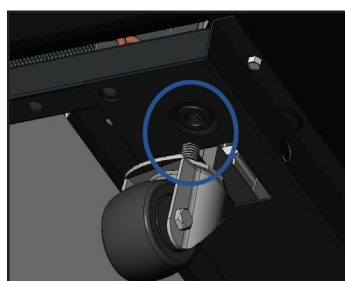

Рис. 6. Ослабить натяжку болта роликовой опоры.
1. Ослабить натяжение болта роликовой опоры не более, чем необходимо для того, чтобы вставить прокладки между крепежной пластиной роликовой опоры и нижней рейкой каркаса устройства. См. рис. 6.